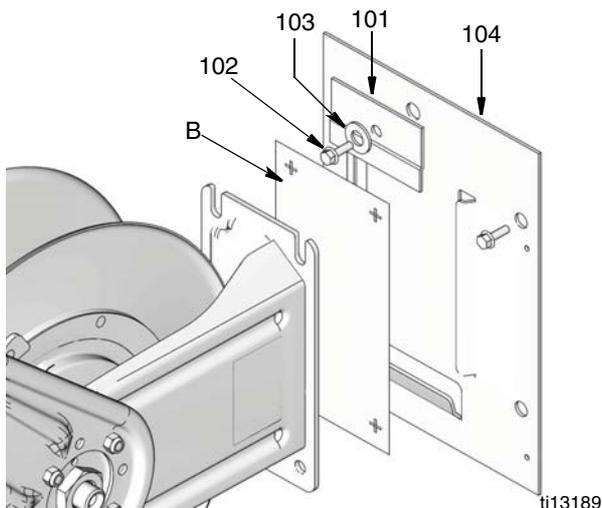

FIG. 10
2. Seleccione la ubicación para montar el bloque de carretes. Monte el carrete en un muro, usando la plantilla provista (B) para disponer los agujeros a taladrar.
Puede montar la placa base (104) en el muro para facilitar la instalación y desmontaje del carrete de manguera para dar servicio (FIG. 10).
3. Deslice el carrete de manguera en la placa base (104) e instale la placa de sujeción (101), la arandela (103) y el perno (102). Apriete el tornillo firmemente (FIG. 10).